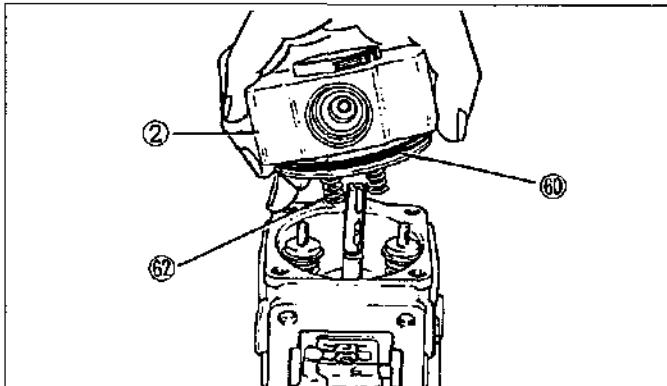

Figura.14-35 Montaje de la cabeza de distribución
2. Asegúrese de que las guías de resorte del émbolo distribuidor ⑥0 estén alineadas e insertadas en los orificios correctos de la cabeza. (Vea la figura.14-35)
3. Asegúrese de que los resortes de soporte ⑥2 permanezca en su posición correcta.
(5) Ponga los pernos de retención de la cabeza en la bomba y apriete al valor adecuado.